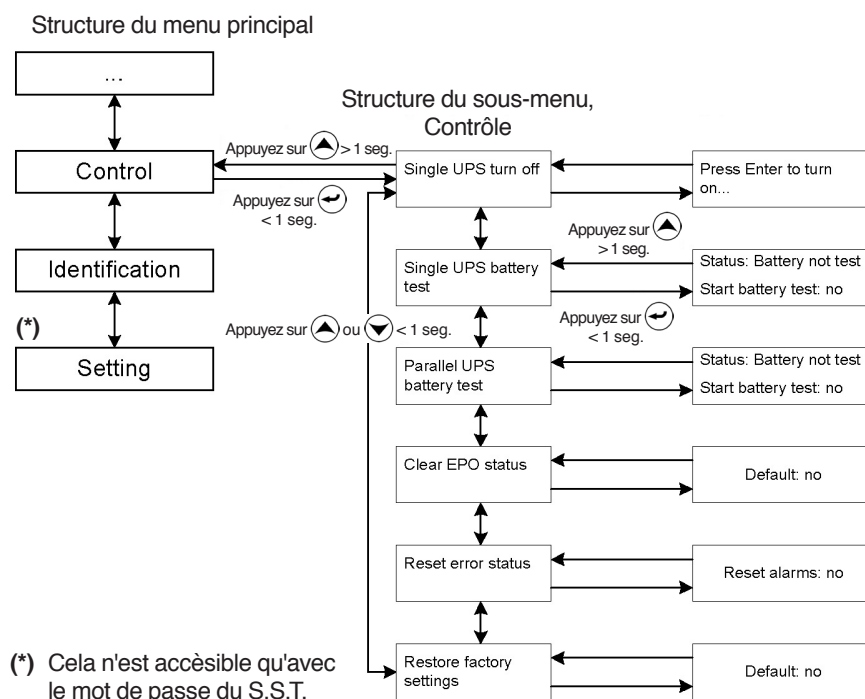

Fig. 34. Écrans, sous-menu Contrôle.
- Lors d'appuyer sur la touche  pendant moins de 1 seg., dès le sous-menu "Control", on accède à la structure de contrôle (voir la figure 34).